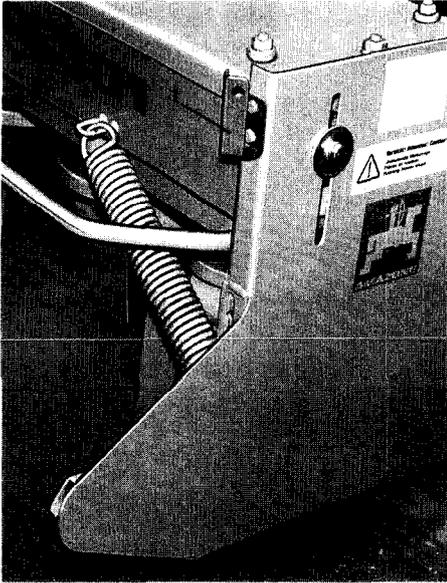
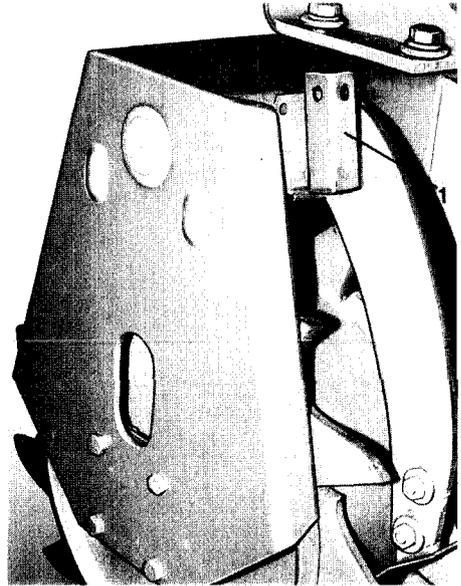

Fig. 40
Fig. 41
- Der Kreiselgrubber (-egge) muß mit einer gesetzlich zugelassenen Beleuchtung versehen werden, die auf die Leuchenträger vorn am Kreiselgrubber (Fig. 40/1) und hinten an der Packerwalze (Fig. 41/1) aufzustecken ist.